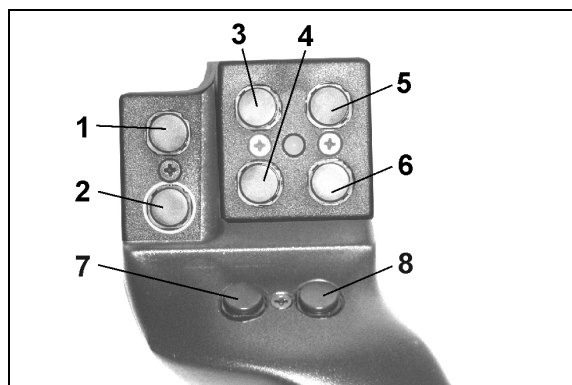

Fig. 77
Zur Bedienung des **AMATRON⁺** hat der Multifunktionsgriff (Fig. 77) 8 Tasten (1 - 8) zur Verfügung. Weiterhin kann mittels Schalter (Fig. 78/2) die Belegung der Tasten 3-fach verändert werden.
-  Mittelstellung (Fig. 77/A) und kann nach
-  oben (Fig. 77/B) oder
-  unten (Fig. 77/C)
Die Stellung des Schalters wird durch eine LED-Leuchte (Fig. 77/1) angezeigt.